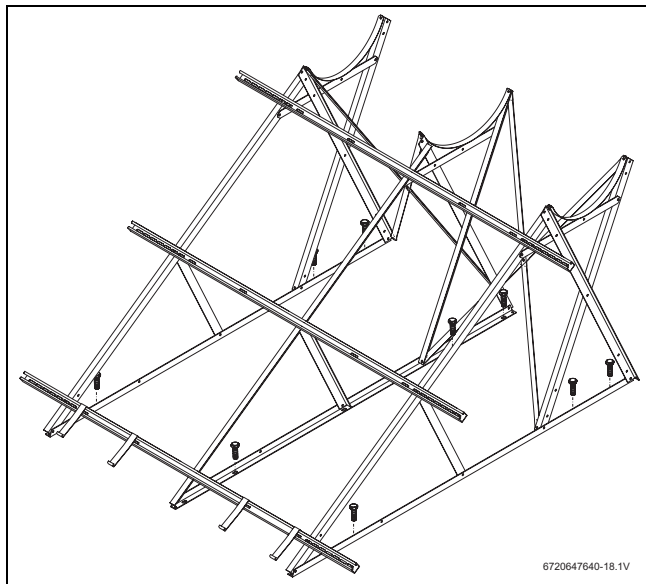

Fig. 27 Soporte para tejado plano - anclaje directo en el tejado (sistema de 300 l)
Los perfiles de soporte inferiores deben fijarse al suelo con tres tornillos (diámetro menor 10 mm) por cada perfil de soporte (→ Fig. 27).
- Fijar los perfiles mediante el anclaje directo en el tejado (→ Fig. 27).